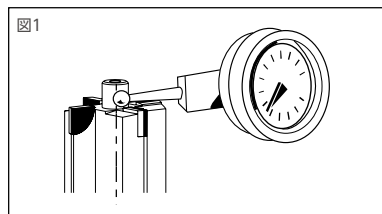

図1 センタリングパイロット付き工具
4. 図1、2で示すように測定子を工具の先に合わせ、スクリューA、B、G、Hを使って振れ調整を行って下さい。